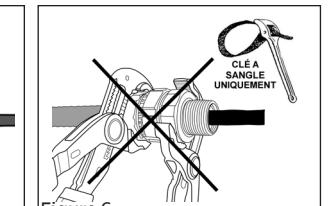

Figure 5
4. Insérer le câble dans l'écrou du presse-étoupe et pousser jusqu'à ce que l'armure soit bien appuyée sur le butoir (Figure 5).